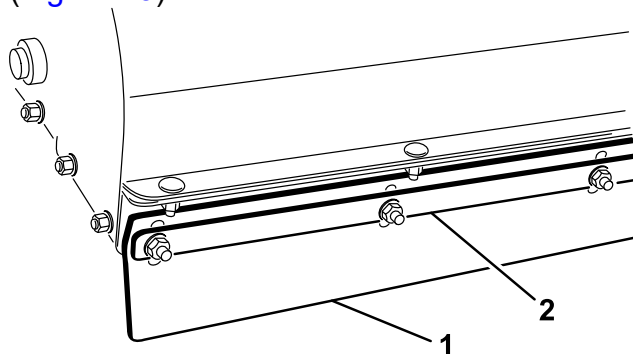

Figura 23
1. Solte as porcas que fixam a correia metálica e a aba dianteira à carcaça da escova (Figura 23).